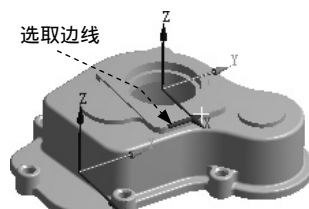

图 2.7.5 定义主轴
- (1) 定义轴名称。在 **Principal Axis** 区域的 **Axis** 下拉列表中选择 **X** 选项。
- (2) 定义方式。在 **Define By** 下拉列表中选择 **Geometry Selection** 选项。
- (3) 选取原点参考。单击以激活 **Geometry** 后的文本框，选取图 2.7.5 所示的模型边线为对象，
调整箭头方向，如图 2.7.5 所示，并单击 **Apply** 按钮确认。